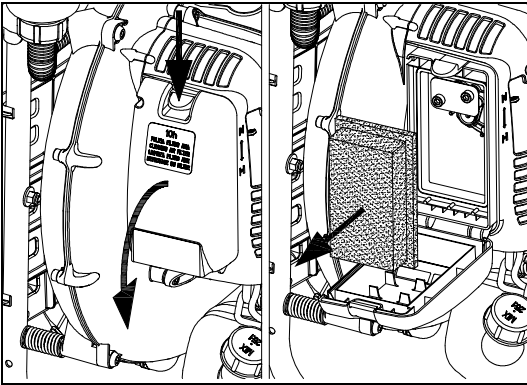

Рисунок 19 - Воздушный фильтр
- Чтобы добраться до фильтра (Рисунок 1 № 2), нажмите кнопку фиксатора (Рисунок 19) на крышке фильтра и поверните его, следуя направлению стрелки, чтобы открыть.